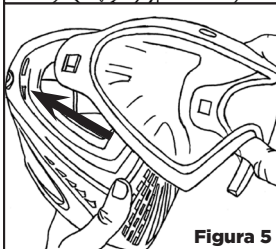

Figura 5
- 2 Deslice la lente a través de las ranuras en los lados del Sistema de Gafas Protectoras. [Ver Figura 5]